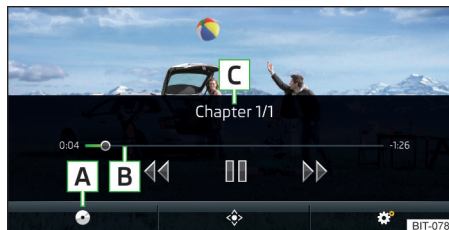

Fig. 196
Menu principal » fig. 196
| Avance/retour du vidéo au moment souhaité | Touchez la barre de lecture B » fig. 196 à la page 166. |
► Pour **afficher** le menu DVD dans le menu principal Vidéo DVD appuyez sur la touche ◀ » fig. 196 à la page 166.